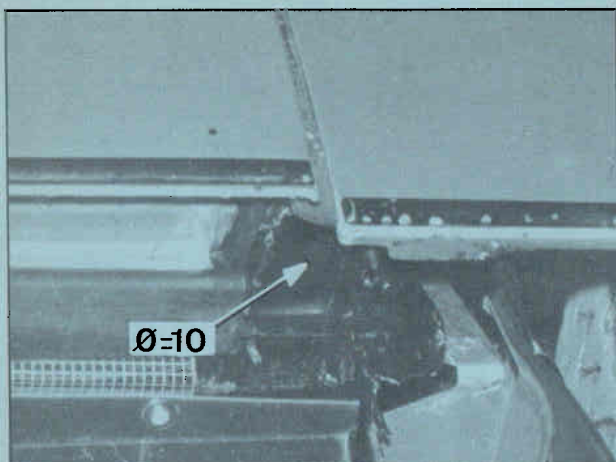

Fig. 2
b) een gat midden in de bodemplaat die de achterste portierstijlen links en rechts afsluit (zie afb. 2).